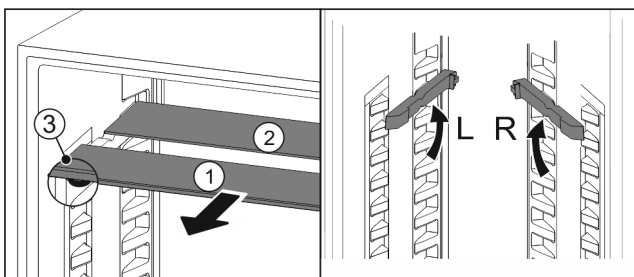

Fig. 30
- ▶ Skleněné desky jednotlivě vytáhněte dopředu Fig. 30 (1).
- ▷ Skleněná deska Fig. 30 (1) s ozdobnou lištou leží vpředu.
- ▷ Zarážky Fig. 30 (3) směřují dolů.